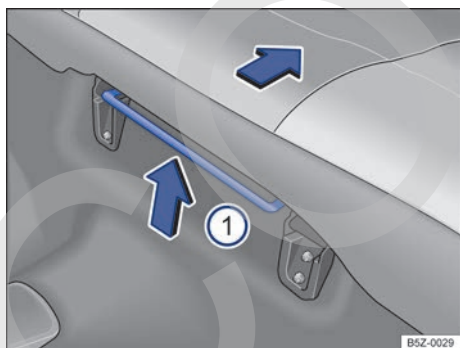

Fig. 73 Palanca para ajuste longitudinal del asiento trasero ⓘ.
- Levante la palanca → fig. 73 ⓘ y desplace el asiento hacia adelante o hacia atrás.